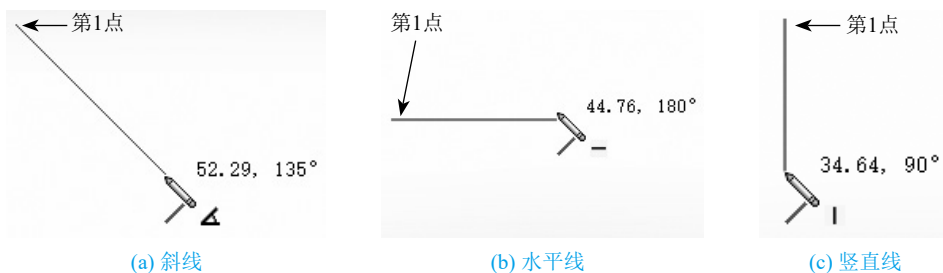

图2-4 绘制直线时的几何关系
- ① 绘制的直线为斜线时, 如图2-4(a)所示。
- ② 绘制的直线为水平线时, 系统自动添加“水平”几何关系, 如图2-4(b)所示。
- ③ 绘制的直线为竖直线时, 系统自动添加“竖直”几何关系, 如图2-4(c)所示。